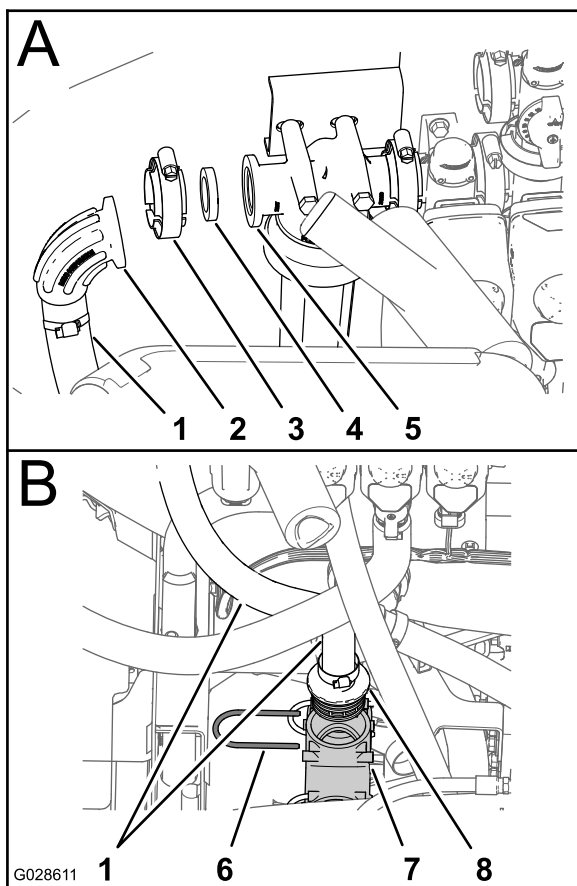

Figura 35
1. Retire o grampo da flange, a junta, o cotovelo flangeado e o tubo de entrada da cabeça do filtro de pressão (A de Figura 35).
2. Retire a fixação que prende o encaixe reto do tubo de entrada à união em T inferior do sistema de pulverização e retire o tubo de entrada da máquina (B de Figura 35)
3. Retire o cotovelo flangeado e a braçadeira de tubos do tubo de entrada (Figura 35).